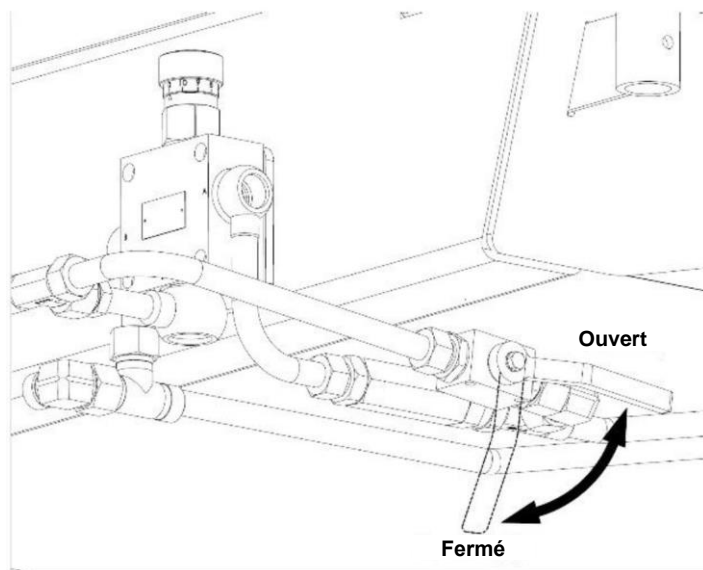

Figure 18. Vanne de verrouillage pour le recul du convoyeur au sol
- 2) Déplacez le levier de la vanne de verrouillage en position « ouverte » – figure 18.